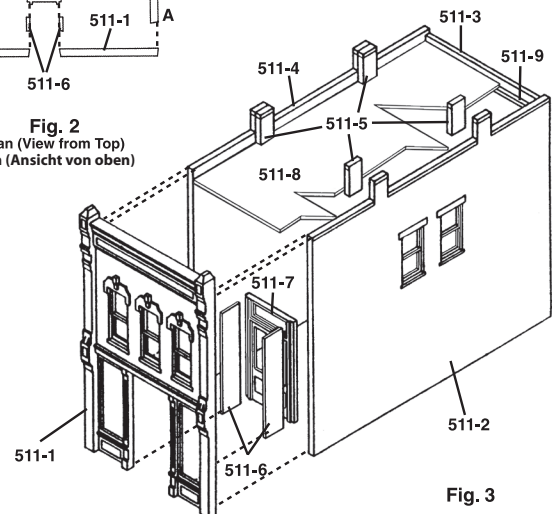

Fig. 3
- Using Side Panel Material (white styrene strip), cut two Entry Door Side Panels (511-6) the same height as Entry Door (511-7) (**Fig. 3**).
- Glue Front Door Assembly to back of Entry Wall (511-1) (**Fig. 3**).
- Install Roof (511-8) through bottom of building and glue to bottom of Chimney Backs (**Fig. 3**).
- Glue one Roof Support to bottom of Roof and along Front Wall and one to bottom of Roof and along Rear Wall (511-3) (**Fig. 3**).
- Mit dem Seitenwandmaterial (weißer Styrolstreifen) zwei Eingangstür-Seitenteile (511-6) in der gleichen Höhe wie die Eingangstür (511-7) (**Fig. 3**) schneiden.
- Kleben Sie die vordere Tür-Baugruppe auf die Rückseite der Eingangswand (511-1) (**Fig. 3**).
- Setzen Sie das Dach (511-8) über den Boden des Gebäudes und kleben Sie es auf den Boden der Rückseite des Schornsteins (**Fig. 3**).
- Kleben Sie eine Dachstütze auf den Boden des Daches und entlang der vorderen Wand, eine auf den Boden des Daches und entlang der hinteren Wand (511-3) (**Fig. 3**).